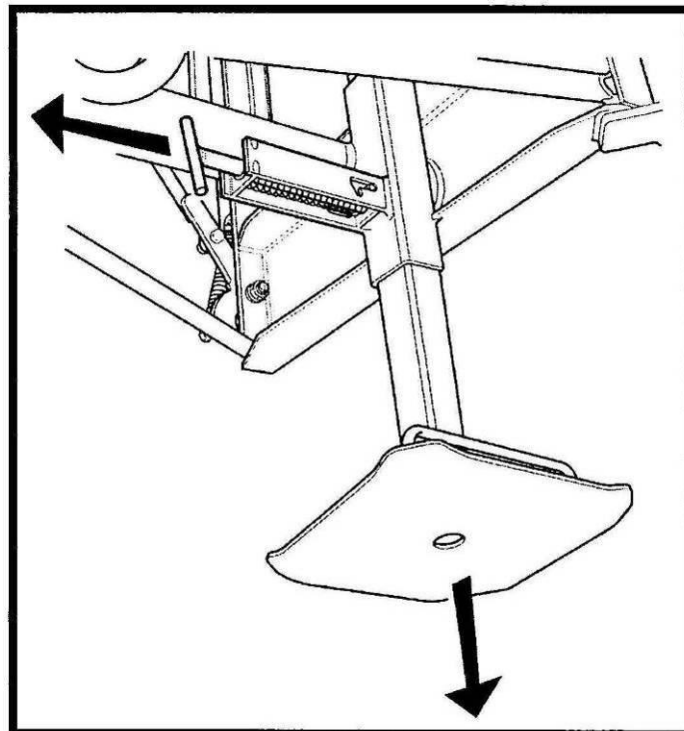

Abb.10
2: Gehen Sie zum Ende des Turmmittelabschnitts und ziehen Sie den Sicherungsbolzen heraus, um die Fallstütze zu lösen. Wenn die Stütze auf dem Boden steht, ist der Sicherungsbolzen in die nächste Bohrung zu stecken (Stellung 2, Abb. 10). Diese Seite des Auslegers kann jetzt vollständig geöffnet werden.
- 6: Nachdem der Ausleger vollständig ausgeklappt ist. Die Fallstütze anheben und sicherstellen, dass der Haltestift geschlossen ist (Seite 10, Abb. 10 - Stellung 2).
- 3: Die Fallstütze an der hohen Seite des Auslegers lösen, einen Abstand lassen, damit der Ausleger auf eine leicht zu handhabende Höhe sinken kann und den Haltestift sichern (Seite 10, Abb. 10).
**Hinweis: Es ist jederzeit und ausnahmslos sicherzustellen, dass sich die Stifte in der Stellung 2 befinden, wenn sie gesperrt sein müssen (Seite 10, Abb. 10).**
Kontrollieren, ob alle Feststellstifte vollständig geschlossen sind. Siehe dazu Seite 10 (Abb. 10).